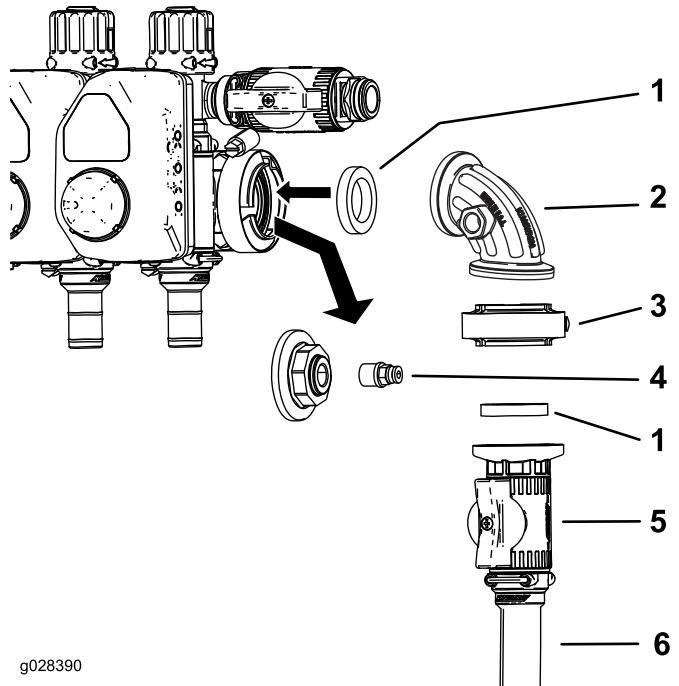
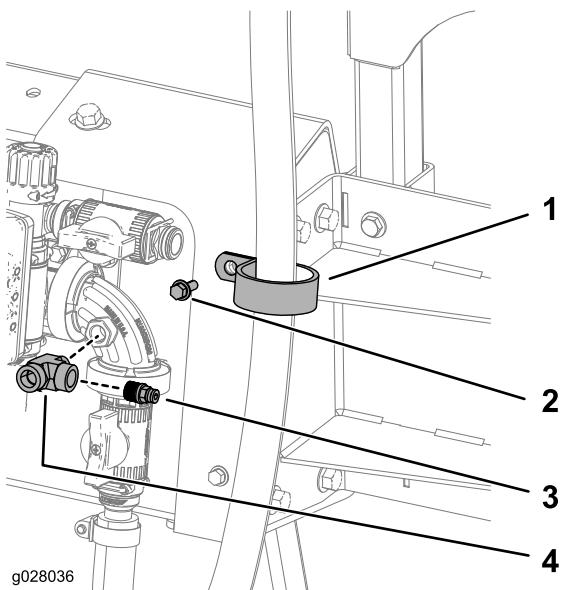

Figure 13
Figure 14
1. Détachez le bouchon et le raccord de la prise du manomètre (Figure 13).
2. Montez la vanne de commande comme montré à la Figure 13.
3. Insérez le coupleur dans l'orifice libre du raccord à 90 degrés (Figure 13 ou Figure 14).
4. Raccordez le flexible d'alimentation du dévidoir à la vanne de commande au moyen d'un collier (Figure 13).
5. Fixez le flexible (71 po) au support supérieur à l'aide d'un collier en R, 1 boulon (1/4-20 x 3/4 po) et 1 écrou (1/4-20 po), comme montré à la Figure 14.
6. Appliquez du ruban PTFE sur le filetage du raccord en T et branchez ce dernier à la vanne de commande (Figure 14).
7. Appliquez du ruban PTFE sur le filetage du raccord et branchez ce dernier au raccord en T (Figure 14).